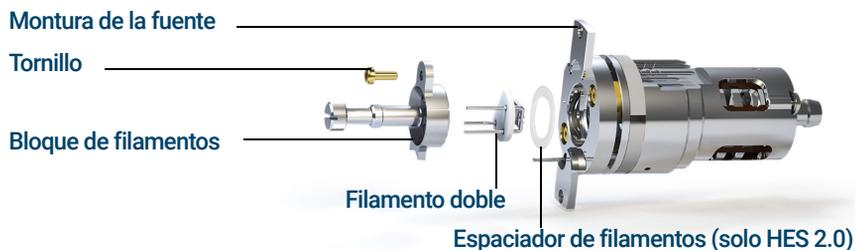

Figura 70. Sustituir el filamento doble
- 4 Quite el tornillo que sujeta el bloque de filamentos a la montura de la fuente. (Consulte la **Figura 70**).
- 2 Inserte las tres clavijas en el filamento doble a través de la parte posterior del bloque de filamentos. (Consulte la **Figura 70** en la página 232).